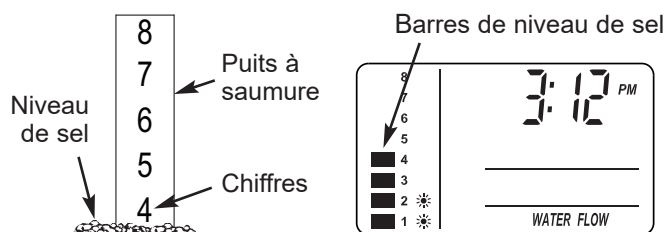

FIG. 25
2. L'échelle de niveau de sel, sur le puits à saumure situé à l'intérieur du réservoir, comprend des chiffres de 0 à 8 (voir figure 25). Repérez le chiffre le plus élevé ou le plus près du sel égalisé.
3. Appuyez sur le bouton SET SALT LEVEL (Régler le niveau du sel) autant de fois que nécessaire pour que les barres de repère du niveau de sel dans l'affichage (voir figure 25) correspondent au chiffre sur le puits à saumure. Au niveau 2 ou moins, le voyant de bas niveau de sel se met à clignoter.